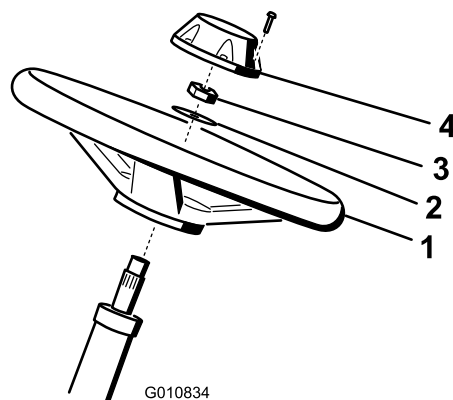

Figura 4
1. Deslice el volante sobre la columna de dirección (Figura 4).
2. Deslice la arandela sobre la columna de dirección (Figura 4).
3. Sujete el volante a la columna con una contratuerca y apriete ésta a 27 a 35 Nm (Figura 4).
4. Sujete el embellecedor al volante con el tornillo (Figura 4).